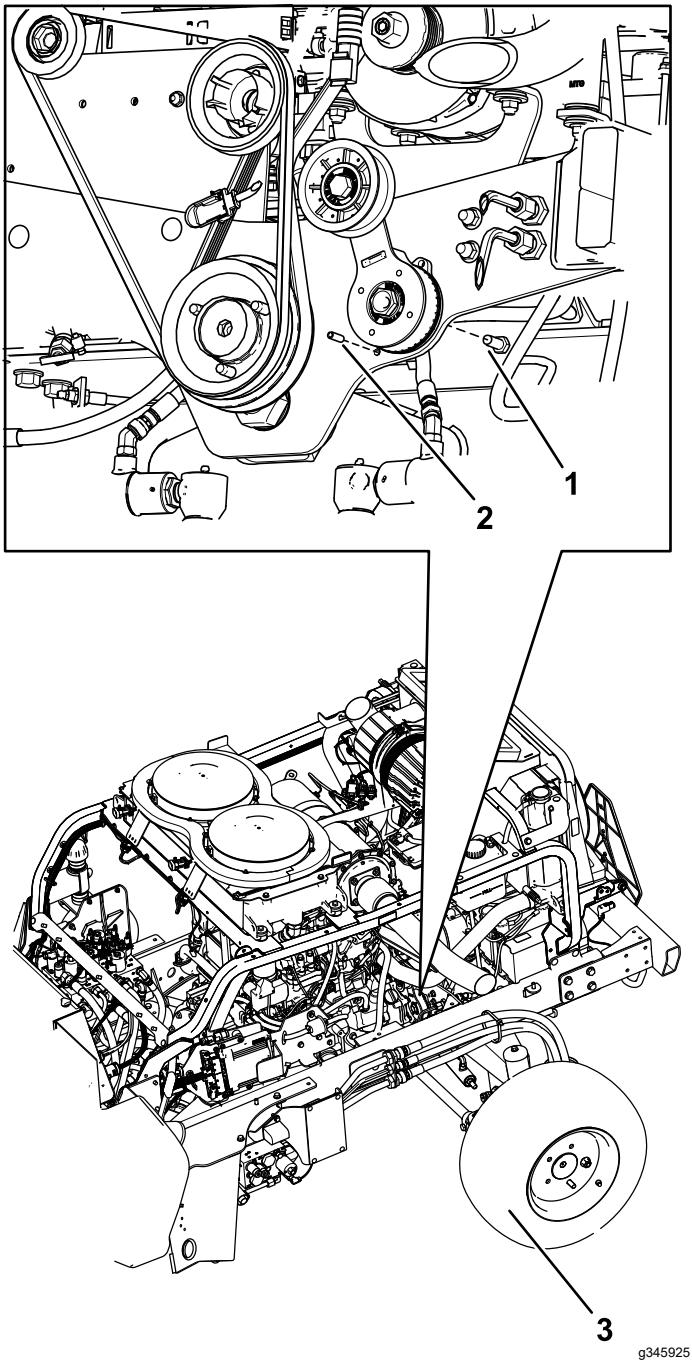

Figure 1
- Déposez la goupille cylindrique, le boulon et la poulie de tension existante montrés à la Figure 1.